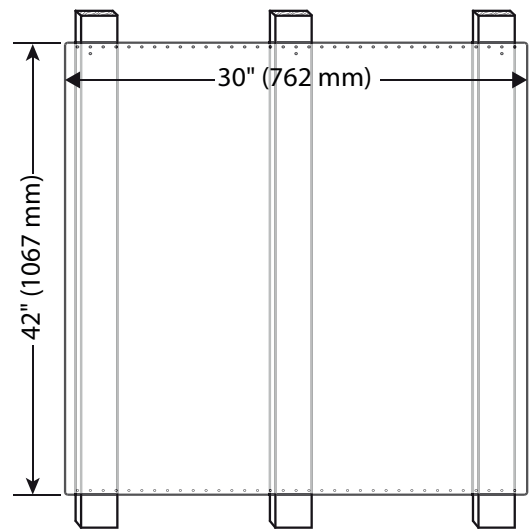

Figure 9 : Installation du dossieret de protection
3. Utilisez deux vis fournies pour fixer le haut et le bas du dossieret de protection dans chaque montant de cloison (voir *Figure 9*).